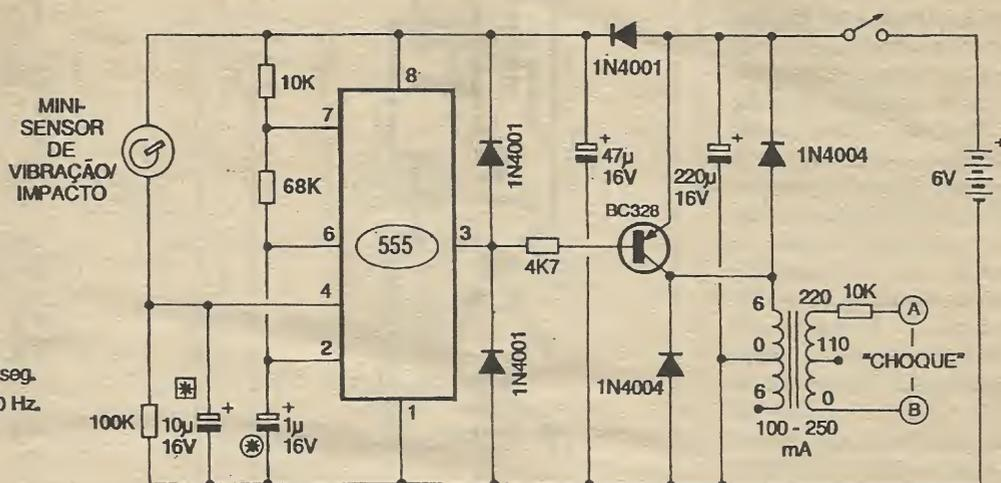

Fig.1
**- FIG. 1 - DIAGRAMA ESQUEMÁTICO DO CIRCUITO** - Um integrado (super comum...) 555 faz os trabalhos centrais do circuito (e que são razoavelmente complexos, apesar da aparente simplicidade geral...): basicamente está arranjado como oscilador, com frequência determinada em aproximadamente 10 Hz pelos valores dos resistores de 10K e 68K e do capacitor de 10 (desde já fica o leitor/hobbysta avisado que, se quiser modificar a frequência,